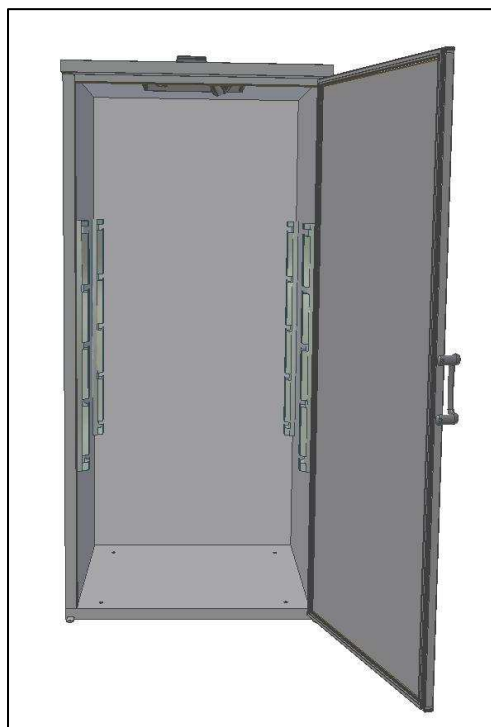

Abb. 13
- Stellen Sie die Halterung der Rost auf den rechten und linken Seiten, auf die innere Seite des Lagerschranks (Abb.13);